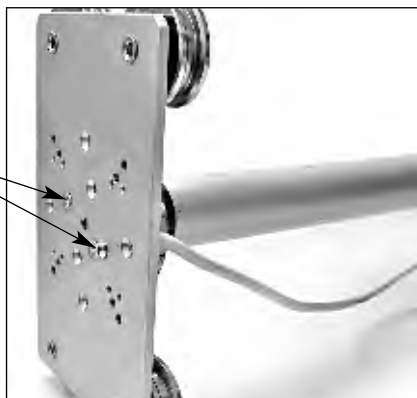

Рис.2.3 Крепление двигателей "Nice" серий Neo MH и Neo LH.
- серии Neo MH крепятся к каретке при помощи двух винтов М6х20 с потайной головкой. Для крепления завести винты с обратной стороны каретки (рис.2.3);